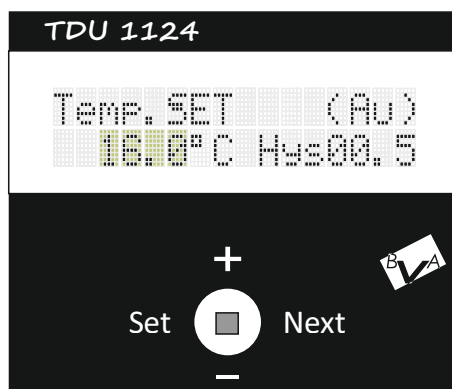

fig.5
1. Setare temperatura. Din ecranul „temp set” vezi fig.5 actionati tasta (SET), valoarea temperaturii va fi afisata intermitent. Cu tastele + si - modificati valoarea, acesta va fii setpoint-ul temperaturii. Mergeti mai departe cu tasta (SET) si alegeti modul de functionare al termostatului, (automat ori manual) vezi fig.7. (Au) (Ms) in modul automat regularizarea temperaturii se va face in baza programului zilnic / saptamanal.